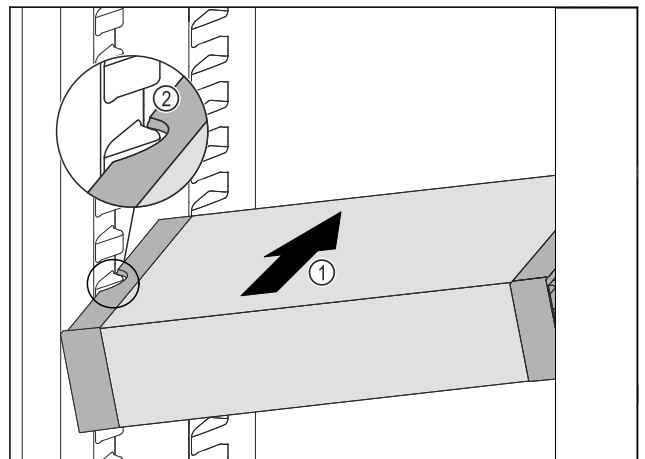

Fig. 96
- ▶ Insérer le VarioSafe en biais dans la partie réfrigérateur Fig. 96 (1) jusqu'à ce que les encoches latérales Fig. 96 (2) du VarioSafe se trouvent à la hauteur de la nervure du bac dans la partie réfrigérateur.